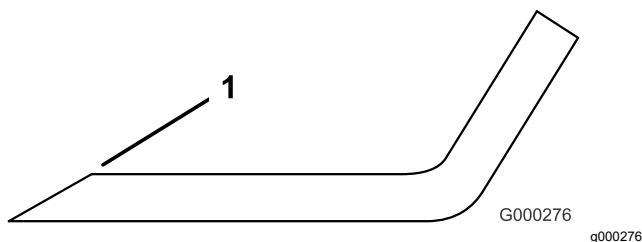

Figura 112
4. Afílelos si están romos o tienen mellas (Figura 112).